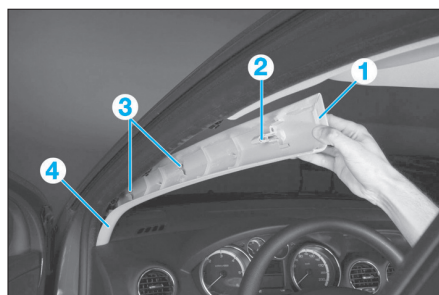

Fig. 1
- Des deux côtés, dégrafer la garniture (1) en (2), (3) et (4) (Fig.1).